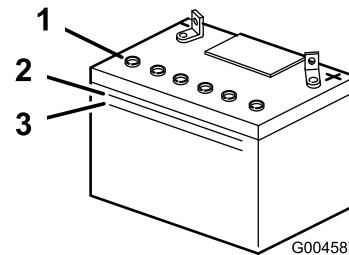

Figura 29
2. Guardate il fianco della batteria. L'elettrolito deve raggiungere la linea superiore (Figura 29).
Nota: Non lasciate scendere l'elettrolito sotto la linea inferiore (Figura 29).
3. Togliete i tappi di spurgo dalla batteria (Figura 29).
- Aggiungere lentamente acqua distillata in ogni elemento della batteria finché l'elettrolito non raggiunge la linea superiore (Figura 29) sulla cassetta della batteria.
- Attendete cinque o dieci minuti dopo avere riempito gli elementi della batteria. All'occorrenza, aggiungete dell'acqua distillata finché l'elettrolito non raggiunge la linea superiore (Figura 29) sulla cassetta della batteria.